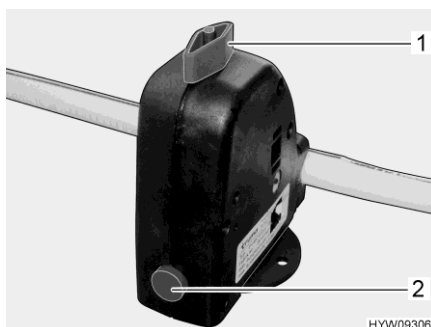

Fig. 190 Valve de sécurité et de vidange (Truma)
- Fermer la valve de sécurité et de vidange (Truma). Tourner pour cela le bouton rotatif (Fig. 190,1) dans le sens transversal par rapport à la valve de sécurité et de vidange et enfoncer le bouton-poussoir (Fig. 190,2).